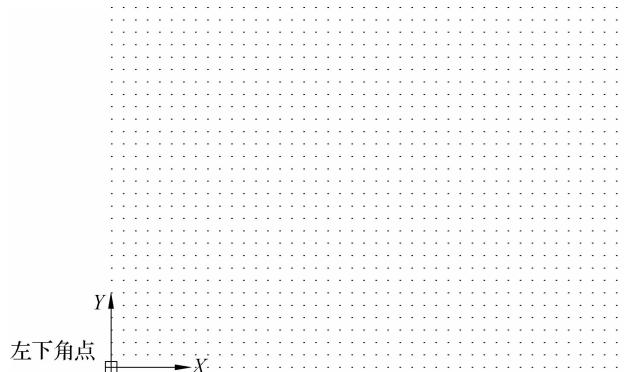

图2-9 打开栅格时显示图形界限
(2)左下角点:指定栅格界限的左下角点。开(ON)指打开界限检查。当界限检查打开时,将无法输入栅格界限以外的点。因为界限检查只测试输入点,所以对象的某些部分可能会延伸出栅格界限。关(OFF)指关闭界限检查,但是可以保持当前的图形界限的值用于下一次打开界限检查。当设置完图形界限后,屏幕上不会出现任何变化,也看不到该图形界限范围,需要打开栅格才能显示图形界限,如图2-9所示。